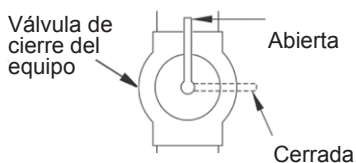

Fig. 12: válvula de cierre del equipo
1. Cierre la válvula de cierre del equipo (vea la Fig. 12).
1. Abra la válvula de cierre del equipo (consulte la Fig. 12).